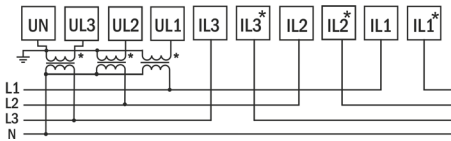

Рис. 11 – Подключение трансформаторов напряжения (трехфазная цепь с нейтралью)
2. Подключите питание к прибору с помощью клемм 1, 2 на задней панели прибора (расположение клемм показано на рис. 11–13).